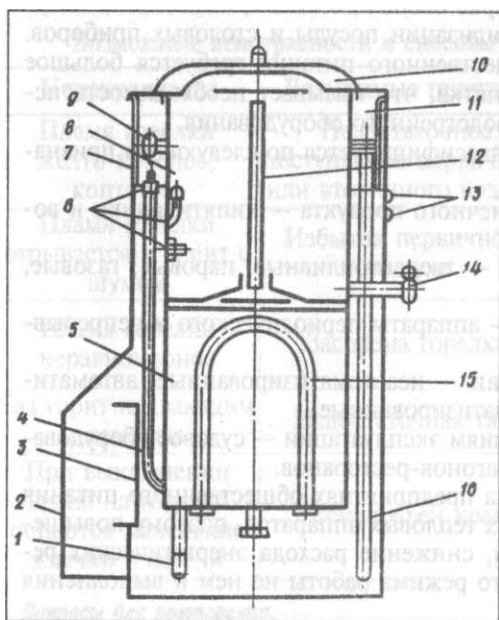

Рис. 13-1. Электрический кипятыльник КНЭ-25.
**Кипятыльник непрерывного действия электрический КНЭ-25 (рис. 13-1).** Кипятыльник КНЭ-25 — настольного исполнения. Состоит он из корпуса, питательной коробки, кипятыльного сосуда и сборника кипятка.